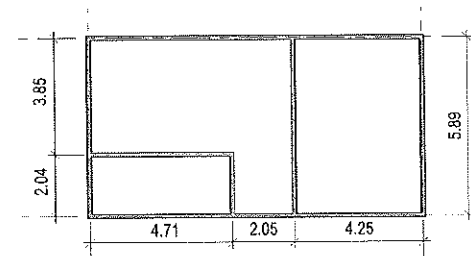

Figura A.30 – Detalhe da caixa de escada.
6. Crie mais uma parede com o nome **Tijolo 20**, estrutura de bloco de 0.17 e pintura dos dois lados com 0.015 de espessura. Desenhe a caixa de escada e o elevador, como indica a Figura A.30. As paredes estão entre os eixos 4 e 5 e B e C. O alinhamento das paredes é pelo eixo.